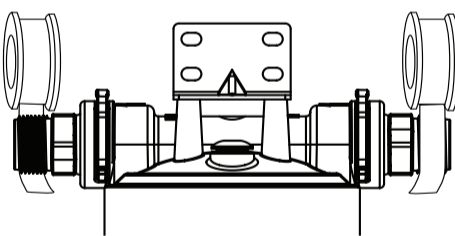

Figura 1
3. Aplique cinta Teflón® (2 1/2 vueltas) alrededor del accesorio del tubo de cobre MNPT de 3/4 in. x 3/4 in. (1,9 cm x 1,9 cm) en el sentido de las manecillas del reloj (ver Figura 1) y fjela contra la cabeza del filtro. No utilice sellador para tubos (acetato), puesto que los solventes de algunos tipos de acetatos para tubos podrían hacer que se dañen los accesorios plásticos. No apriete demasiado, pues podría dañar la cabeza del filtro.